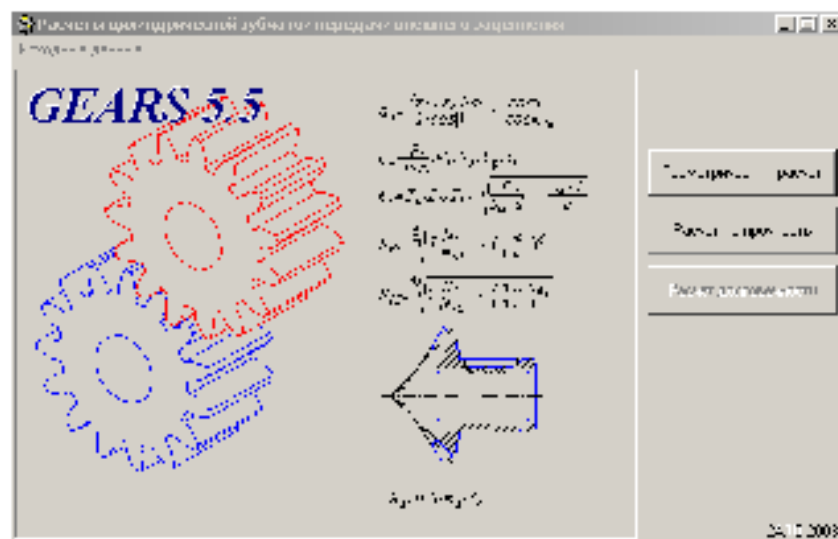

Рисунок 1.18 – Вікно розрахунків на міцність
7. Після цього в головному вікні стане активною друга кнопка – **Розрахунки на міцність** (рис. 1.18).